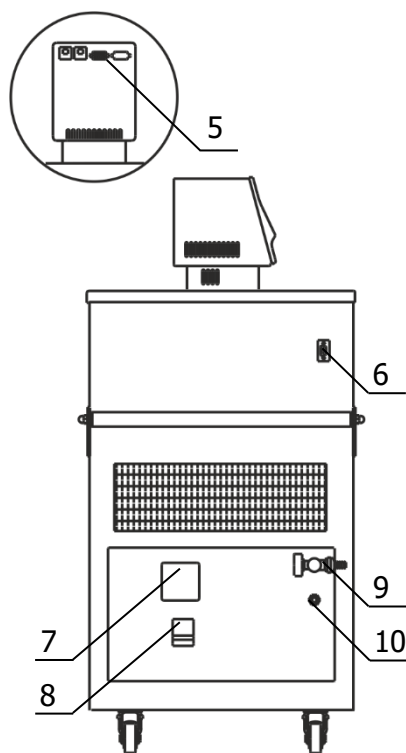

Рисунок 3 — Левая панель ванны термостата
2.2.5 К переливному штуцеру 10 (рисунок 3) присоединить гибкий шланг, второй конец которого опустить в емкость для сбора излишков теплоносителя объемом 1.5–2 литра.
2.2.7 Вставить вилку сетевого кабеля блока регулирования в розетку 7 (рисунок 3). Соединить кабелем из комплекта поставки блок регулирования (разъем 5) и холодильную машину (разъем 6). Сетевой кабель термостата подключить к питающей сети напряжением 220 В. Для этого в лабораторном помещении должна быть установлена электрическая розетка из комплекта поставки термостата.
2.2.8 Автоматический выключатель 8 (рисунок 3) перевести в положение «включено».
2.3.3 При работе термостата на температурах, близких к нижней границе диапазона регулирования необходимо доливать теплоноситель до момента слива его из переливного штуцера 10 (рисунок 3) при охлаждении термостата на каждые 10 °С.
- на короткое время перевести автоматический выключатель 8 (рисунок 3) в положение «выключено»;
2.4.4 Для повторного запуска холодильной машины после наступления аварийной ситуации необходимо отключить питание термостата, для этого перевести автоматический выключатель 8 (рисунок 3) в положение «выключено».
2.5.5 Надеть сливной шланг из комплекта поставки на кран 9 (рисунок 3) и закрепить его хомутом. Свободный конец шланга опустить в емкость для сбора теплоносителя объемом, превышающим объем термостата.